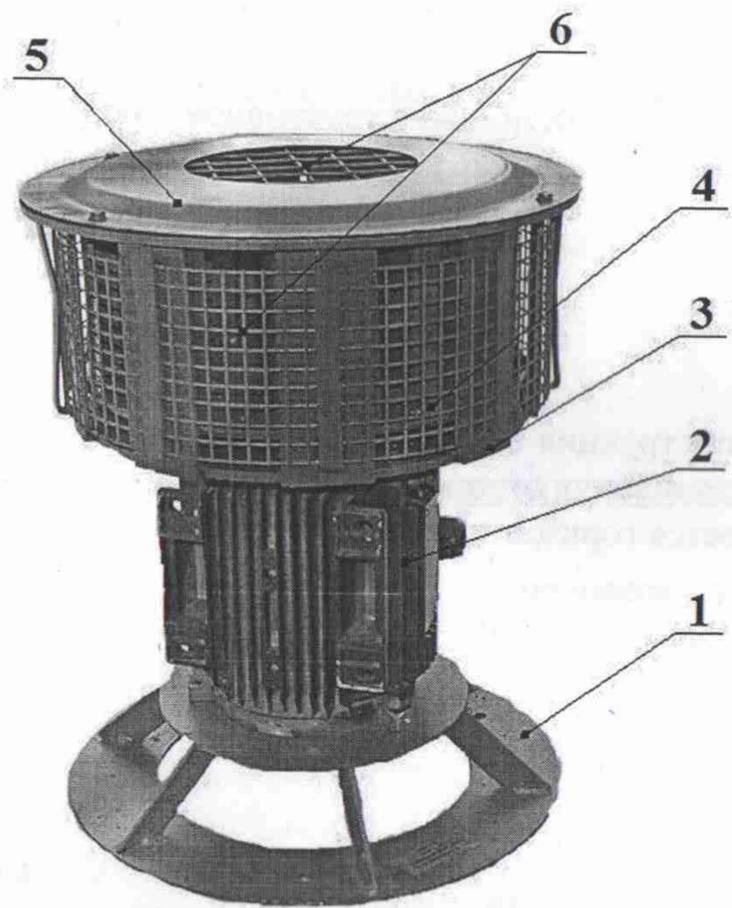

Рис. 1
Сирена состоит из следующих составных частей (рис.1): основание (1), электродвигатель (2), статор (3), ротор (4), защитные крышки (5), сетки (6).